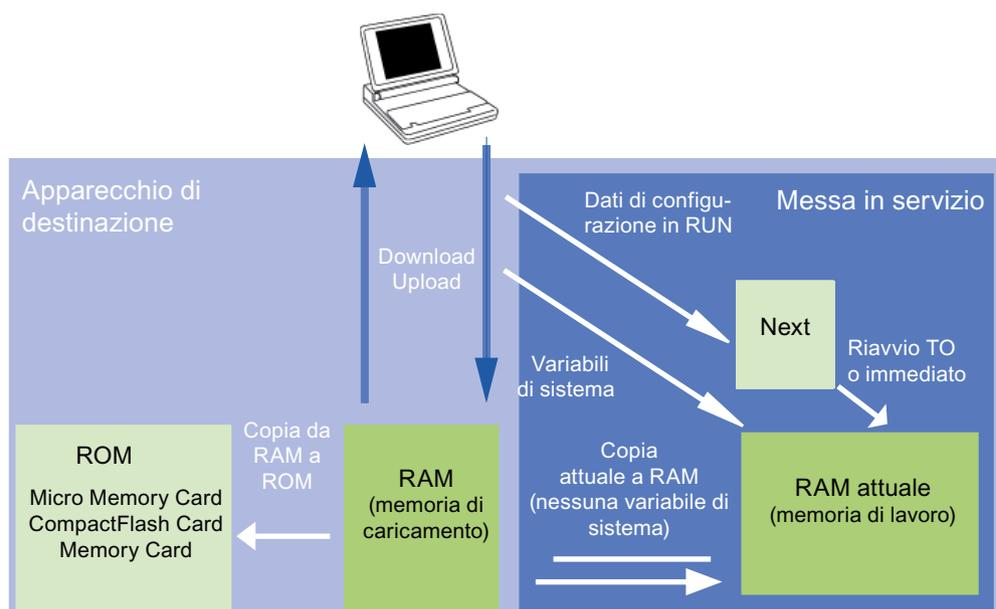

Figura 5-3 Dati di configurazione e variabili di sistema nella memoria non resistente a OFF di rete (Concetto di memoria, linea di principio)
- Figura 5-3 Dati di configurazione e variabili di sistema nella memoria non resistente a OFF di rete (Concetto di memoria, linea di principio) (Pagina 91)